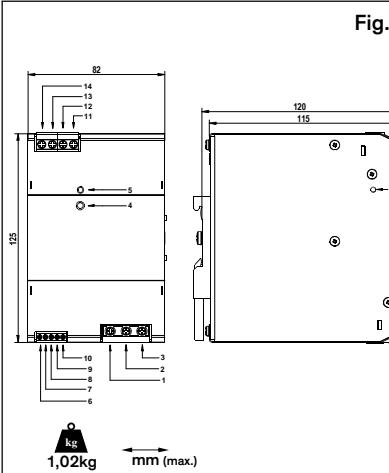

Fig.1
### Identification of Features (Fig.1)
### Funktionsbeschreibung (Fig.1)
- Todos los cables de entrada y salida deben tener valores nominales adecuados para la fuente de alimentación y deben conectar con la polaridad correcta. Fig.1